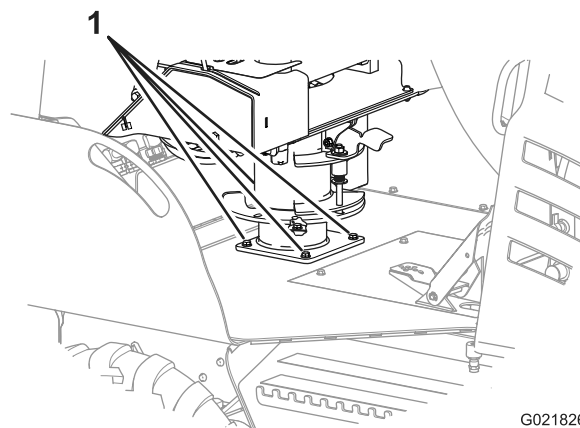

Рисунок 97
2. Проверьте, чтобы 4 болта крепления сиденья к шасси машины были затянуты с моментом от 5,4 до 6,8 Нм (от 48 до 60 фунт-дюймов); см. Рисунок 97.